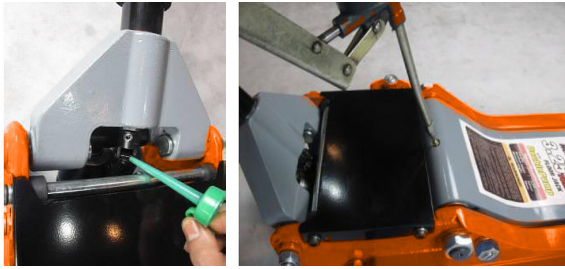

Abb. 8: Schmierstellen am Wagenheber
Schritt 1: Schmieren Sie alle beweglichen Teile, Lager des Wagenhebers und des Pumpmechanismus (Abb. 8) mit hochwertigem Schmieröl .